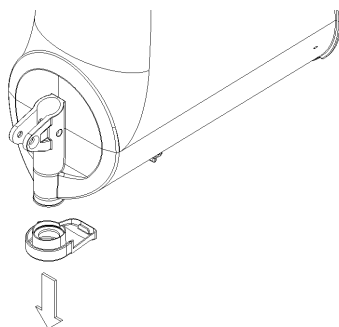

figura 12
- rimuovere dal contenitore il restrittore di flusso (vedere figura 12)
7 Rimuovere dal contenitore il restrittore di flusso (vedere figura 12).
**5** Rimuovere dal contenitore il restrittore di flusso (vedere figura 12).